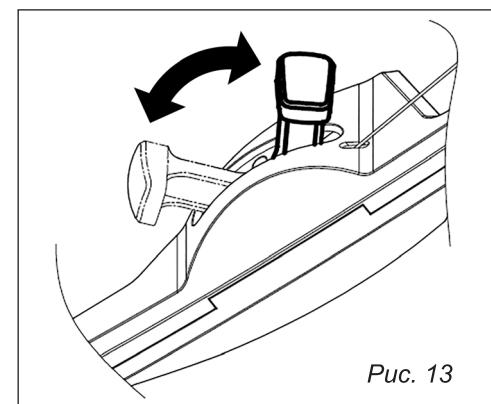

Рис. 13
Рычаг управления воздушной заслонкой находится с левой стороны на панели управления (рис. 13), для запуска двигателя переведите рычаг в положение «ЗАПУСК» (I). После запуска переведите рычаг в положение «РАБОТА» (II).